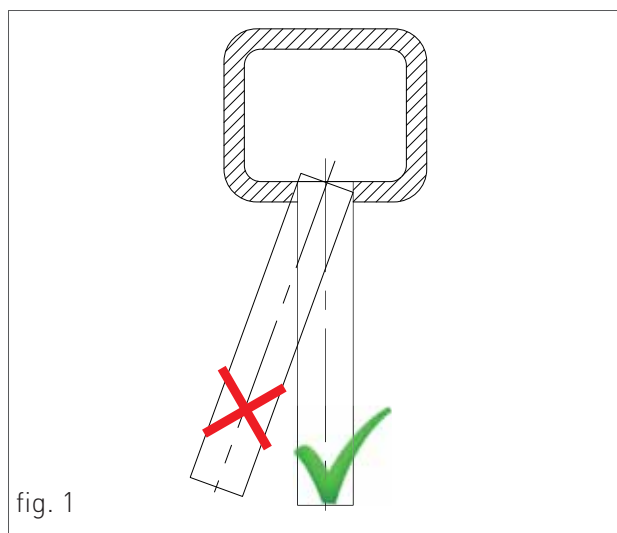

fig. 1
- › Il condotto di scarico deve essere perpendicolare con la parete interna opposta del camino o della canna fumaria (fig. 1).
Per questo tipo di caldaia sono disponibili le seguenti configurazioni di scarico dei fumi: B23P, B33, C13, C33, C43, C53, C63, C83 e C93 (vedi Fig. 1).